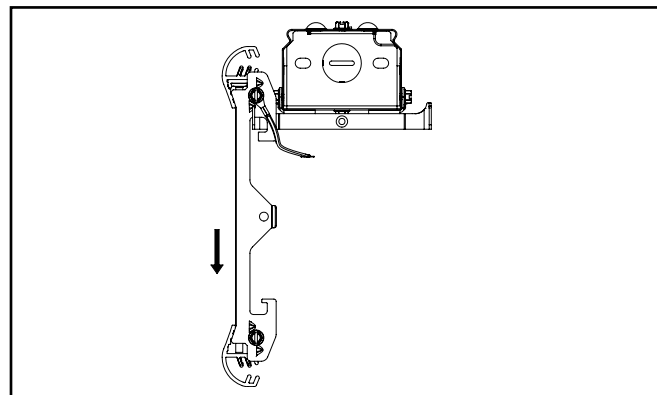

Figure 5.2.
- B. Placez l'assemblage du guide d'ondes à l'intérieur de la rainure dans le support de la charnière du boîtier (figure 5.2).